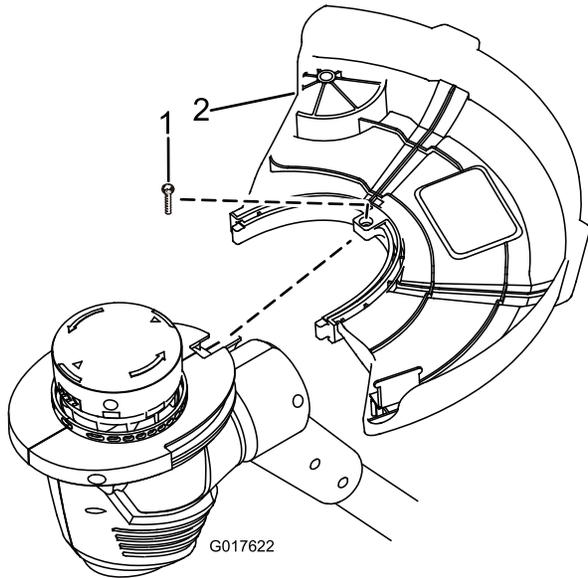

Figura 5
1. Retire el tornillo Phillips que está sujeta con cinta al protector (Figura 5).
2. Deslice el protector sobre la base de la desbrozadora, según se muestra en Figura 5.